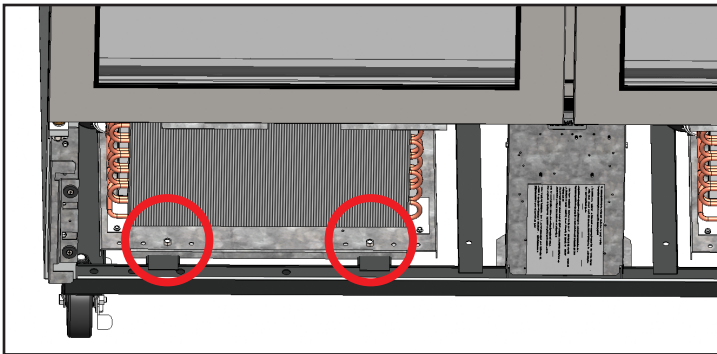

Abb. 6. Entfernen Sie die Schrauben an der Kondensatorbasis.
5. Entfernen Sie die Schrauben an der Kondensatorbasis. Siehe Abb. 6.